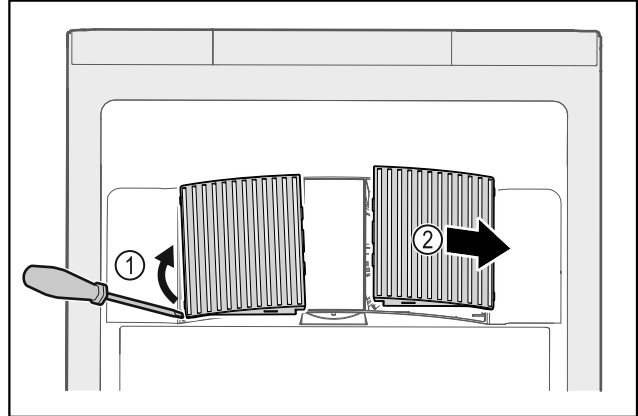

Fig. 59
▶ Óvatosan feszegesse le a ventilátor burkolatait oldalról Fig. 59 (1), és emelje le őket előre felé Fig. 59 (2).